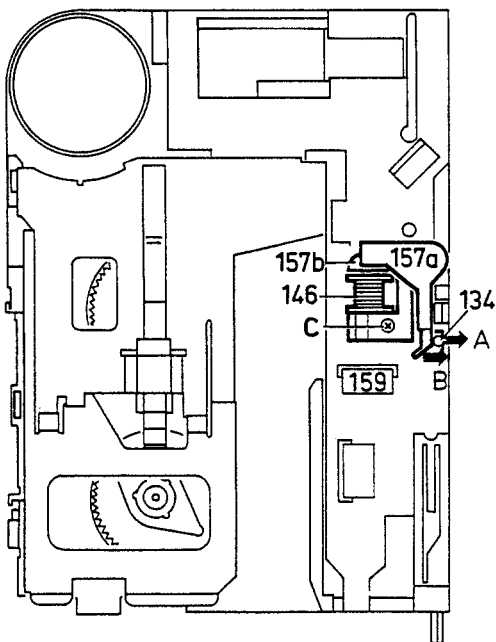

Fig. 18 38507B12
### 6. Magnet 146 (Bild 18)
- Magnet gemäss Bild 18 einstellen.